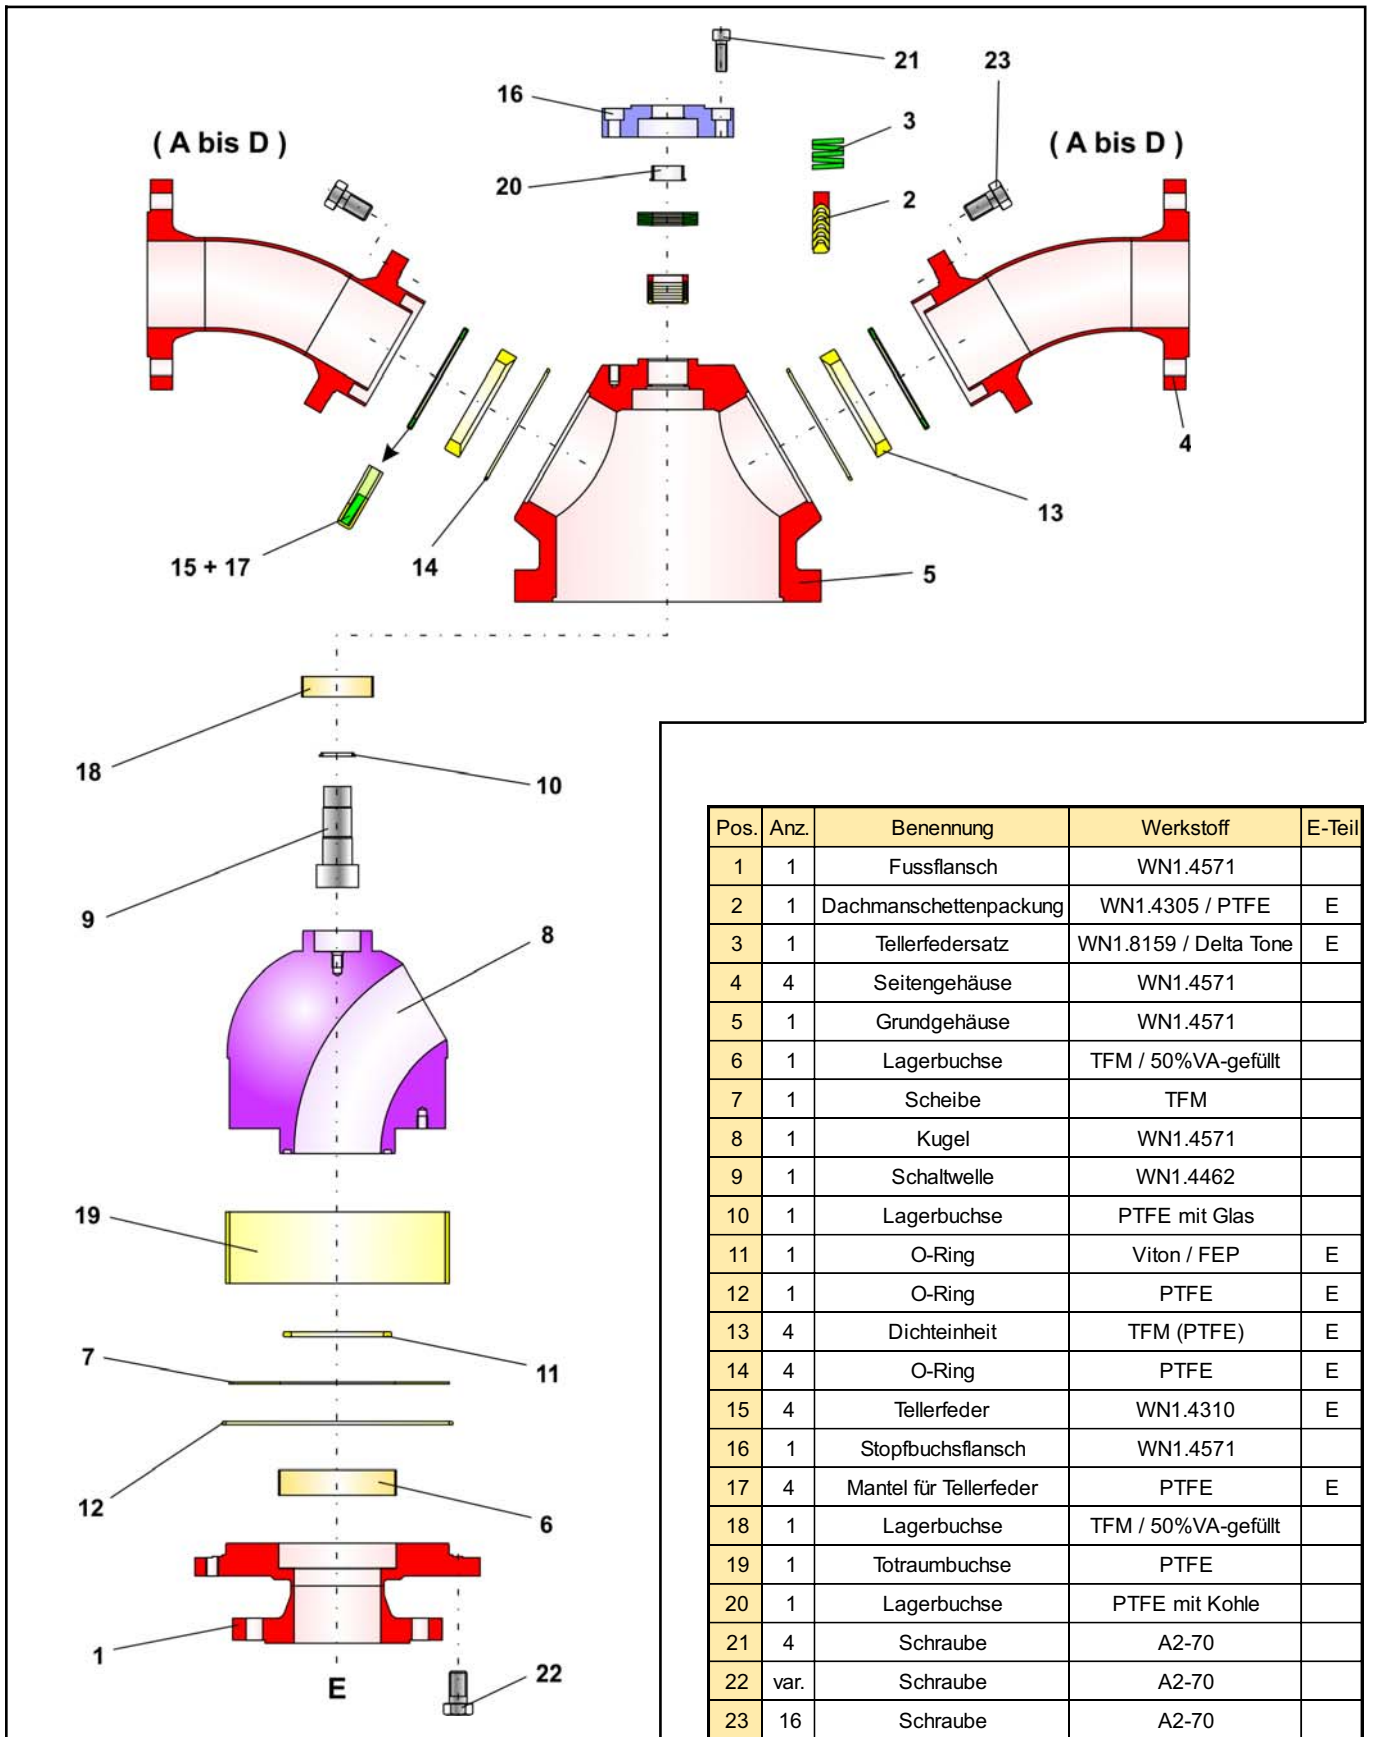

Bild 5 - Explosionszeichnung der 3-Wege Molchweiche BR 29a
Die ummantelte Tellerfedern (15 und 17) werden in die jeweiligen Seitengehäuse (4) eingelegt. Die Einbaulage der Tellerfedern ist der Zeichnung (Bild 5) zu entnehmen. Der Dichtringe (13) werden jeweils auf die Tellerfedern (15) aufgedrückt.
Die Dachmanschettenpackung (2) wird mit einer leicht drehenden Bewegung über die montierte Schaltwelle (9) geschoben und in die Packungsaufnahme des Grundgehäuses (5) eingelegt. Die Anordnung der V-Ringe sind der Explosionszeichnung (Bild 5) zu entnehmen.
Auf die Packung wird nun der Tellerfedersatz (3) gelegt. Auch die Anordnung der Tellerfedern sind der Explosionszeichnung (Bild 5) zu entnehmen.